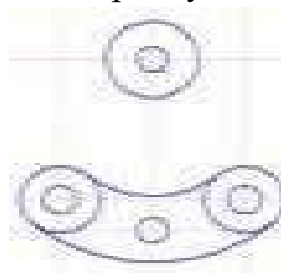

Рисунок 3.12 – Создание внешнего сопряжения
12. Создайте внешнее сопряжение радиусом 63 мм (рисунок 3.12).